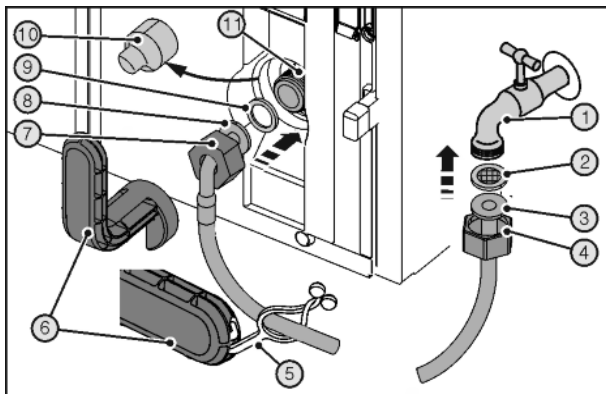

Fig. 27
A törött segédszerszám Fig. 27 (6) által okozott vágási sérülések.
- ▶ Kizárólag szobahőmérsékleten használja a segédszerszámot Fig. 27 (6).
- ▶ Nyomja az anyát Fig. 27 (4) az egyenes tömlővég Fig. 27 (3) végéig és húzza meg.
- ▶ Helyezze a szűrőt Fig. 27 (2) az anyába Fig. 27 (4).
- ▷ A szűrő Fig. 27 (2) rásimul az egyenes tömlővégre Fig. 27 (3) és ott marad.
- ▶ Csatlakoztassa az anyát Fig. 27 (4) az egyenes tömlővégen Fig. 27 (3) található szűrővel Fig. 27 (2) a csapra Fig. 27 (1).
- ▶ A vízellátás zárócsapjának Fig. 27 (1) kinyitása előtt légtelenítse a vízvezetékét, és töltsse fel vízzel. Ehhez a tömlőt tartsa egy vödörbe.
- ▶ Húzza le a fedelet Fig. 27 (10).
- ▶ Nyomja be teljesen az anyát Fig. 27 (7) a meghajlított tömlővég Fig. 27 (8) fölé és húzza meg.
- ▶ Nedvesítse meg a tömítést Fig. 27 (9), majd nyomja a meghajlított tömlővégen Fig. 27 (8) található anyába Fig. 27 (7).
- ▷ A tömítés Fig. 27 (9) rásimul a meghajlított tömlővégre Fig. 27 (8) és ott marad.
- ▶ Csatlakoztassa az anyát Fig. 27 (7) a meghajlított tömlővégen Fig. 27 (8) található tömítéssel Fig. 27 (9) a mágnesszelepre Fig. 27 (11).
- ▶ Az óramutató járásával megegyező irányban húzza meg a csatlakozásokat a segédszerszámmal Fig. 27 (6), amíg el nem éri a maximális forgatónyomatékot és túl nem húzza a segédszerszámot Fig. 27 (6).
- ▶ Nyissa ki a vízellátás zárócsapját Fig. 27 (1) és ellenőrizze a teljes vízvezetékrendszer tömítettségét.
- ▶ A pántot Fig. 27 (6) akassza be a segédszerszámba Fig. 27 (5), és a megőrzéshez rögzítse az ötvöztött acél tömlőre.